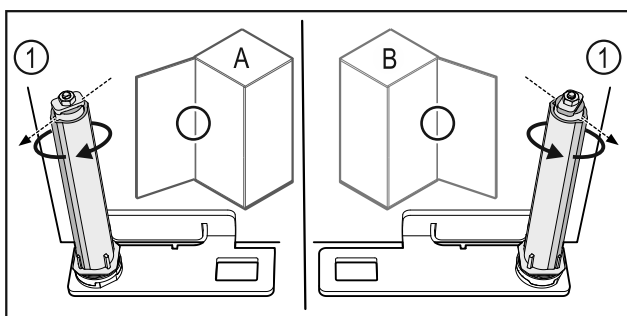

Fig. 51 Tope izquierdo (A) / tope derecho (B)
- Girar el sistema de cierre contra la resistencia hasta que el alma del sistema de cierre Fig. 51 (1) apunte hacia afuera.